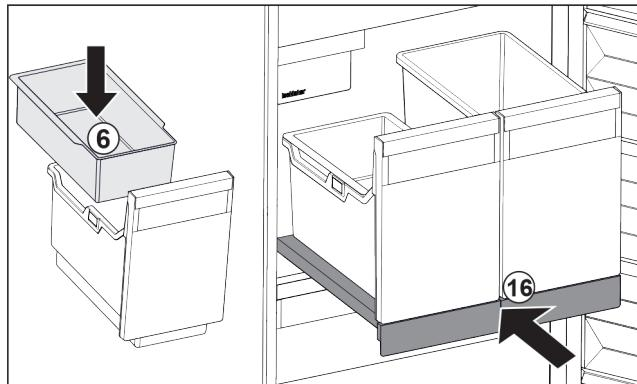

Fig. 111
- Umetnute ovjesnu posudu Fig. 111 (6) za kockice leda.
- Gurnite izvlačnu ploču sa spremnikom (IceTower). Fig. 111 (16)